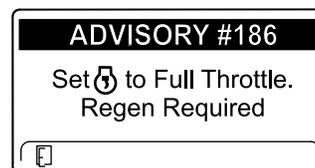

Bild 42
**Hinweis:** Wenn die Auspufftemperatur zu niedrig ist, wird im InfoCenter ADVISORY#186 (Bild 42) angezeigt, um Sie zu informieren, dass Sie den Motor auf Vollgas (hoher Leerlauf) eingestellt haben.